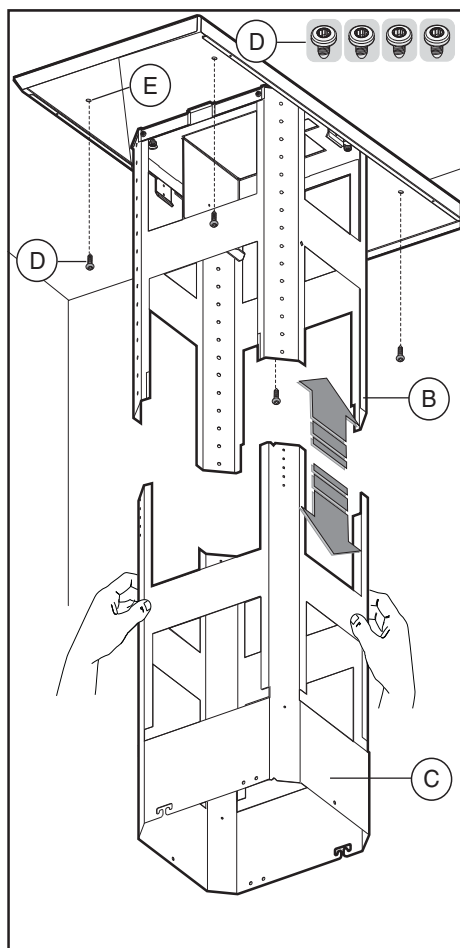

Fig.7
Aconchamos fixar o estribo de fixação da chaminé **C** com outros 4 parafusos **D** nos especificos furos de segurança (Fig. 7).
- Prenda a parte inferior da estrutura telescópica **C**, e enfie-a naquela superior **B** (fig.7).